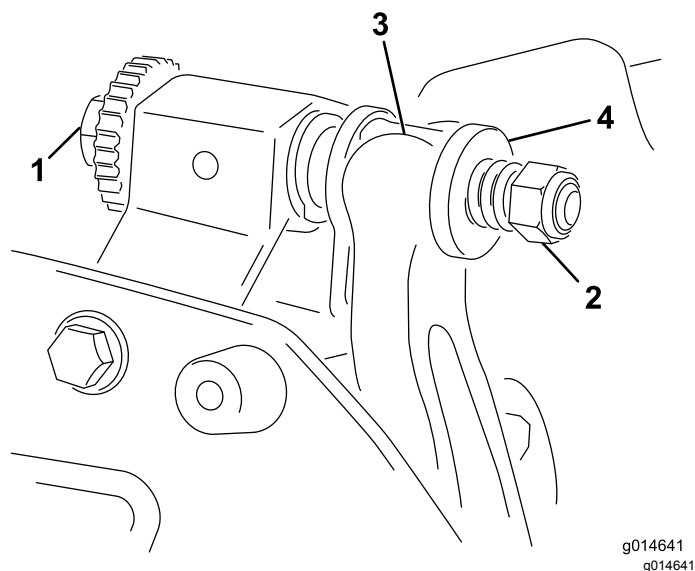

図 18
1. ベッドバー調整ねじを左に回して下刃とリールの接触を完全になくす 図 18。
- スプリングテンションナットをゆるめて、ワッシャがベッドバーを全く押さないようにする 図 18。
- ワッシャとベッドバー調整ねじとの間にベッドバーの固定用耳を入れる 図 18。